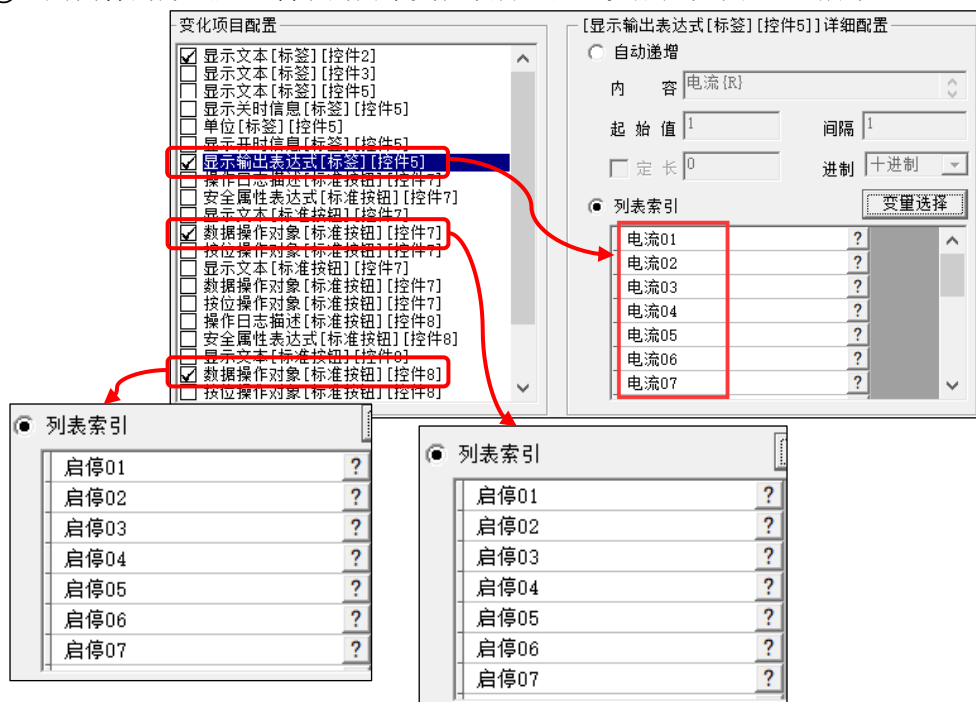

图 6.2-7 多重复制单元流程三
- ⑦ 用同样的方法配置剩下的两个变化项目。配置完成后如图 6.2-7 所示。